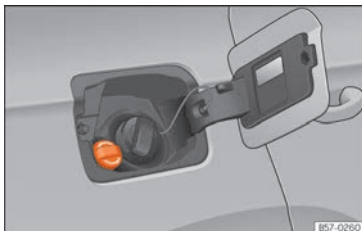

Fig. 277 Tappo di rabbocco del serbatoio di AdBlue.
- Aprire lo sportellino del serbatoio » **fig. 277**.
- Ruotare verso sinistra il tappo del bocchettone di riempimento dell'SCR » **fig. 277**.